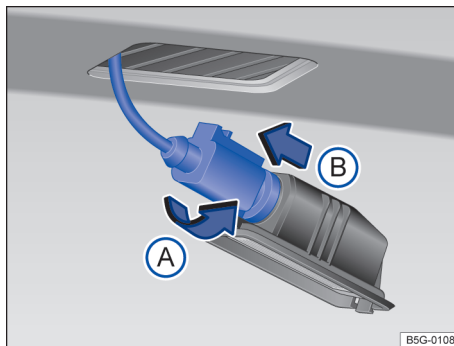

Fig. 170 Luz de la placa de licencia: desmontar el portalámparas.
- 3 Girar el portalámparas en **sentido antihorario** → fig. 170 (A), y retirar el soporte junto con la bombilla (B).
- 7 Colocar el soporte de la lámpara en la luz de la placa de licencia y presionar en sentido contrario al de la flecha (A) hasta el tope.